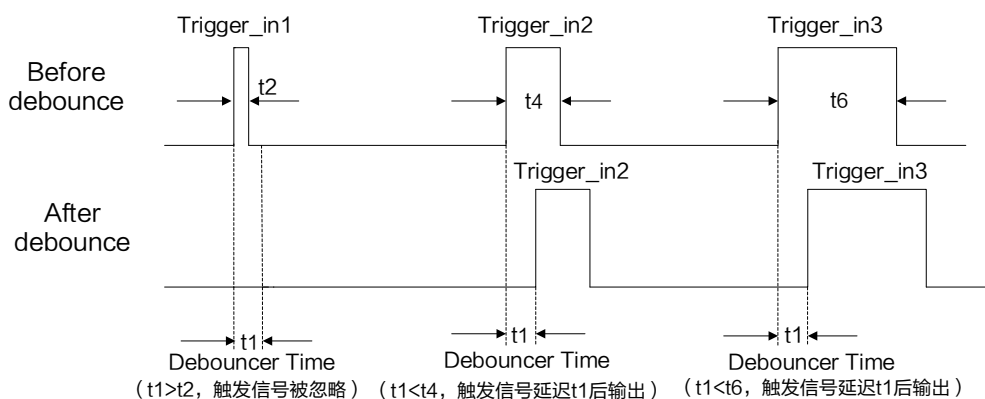

图3-39 触发输入信号去抖时序
- 防抖时间 ( $\mu\text{s}$ )：对输入的触发信号进行去抖处理，时序如图 3-39 所示。当设置的去抖时间大于触发信号脉宽时，则该触发信号被忽略；当设置的去抖时间小于触发信号脉宽时，则该触发信号延迟后继续输出。